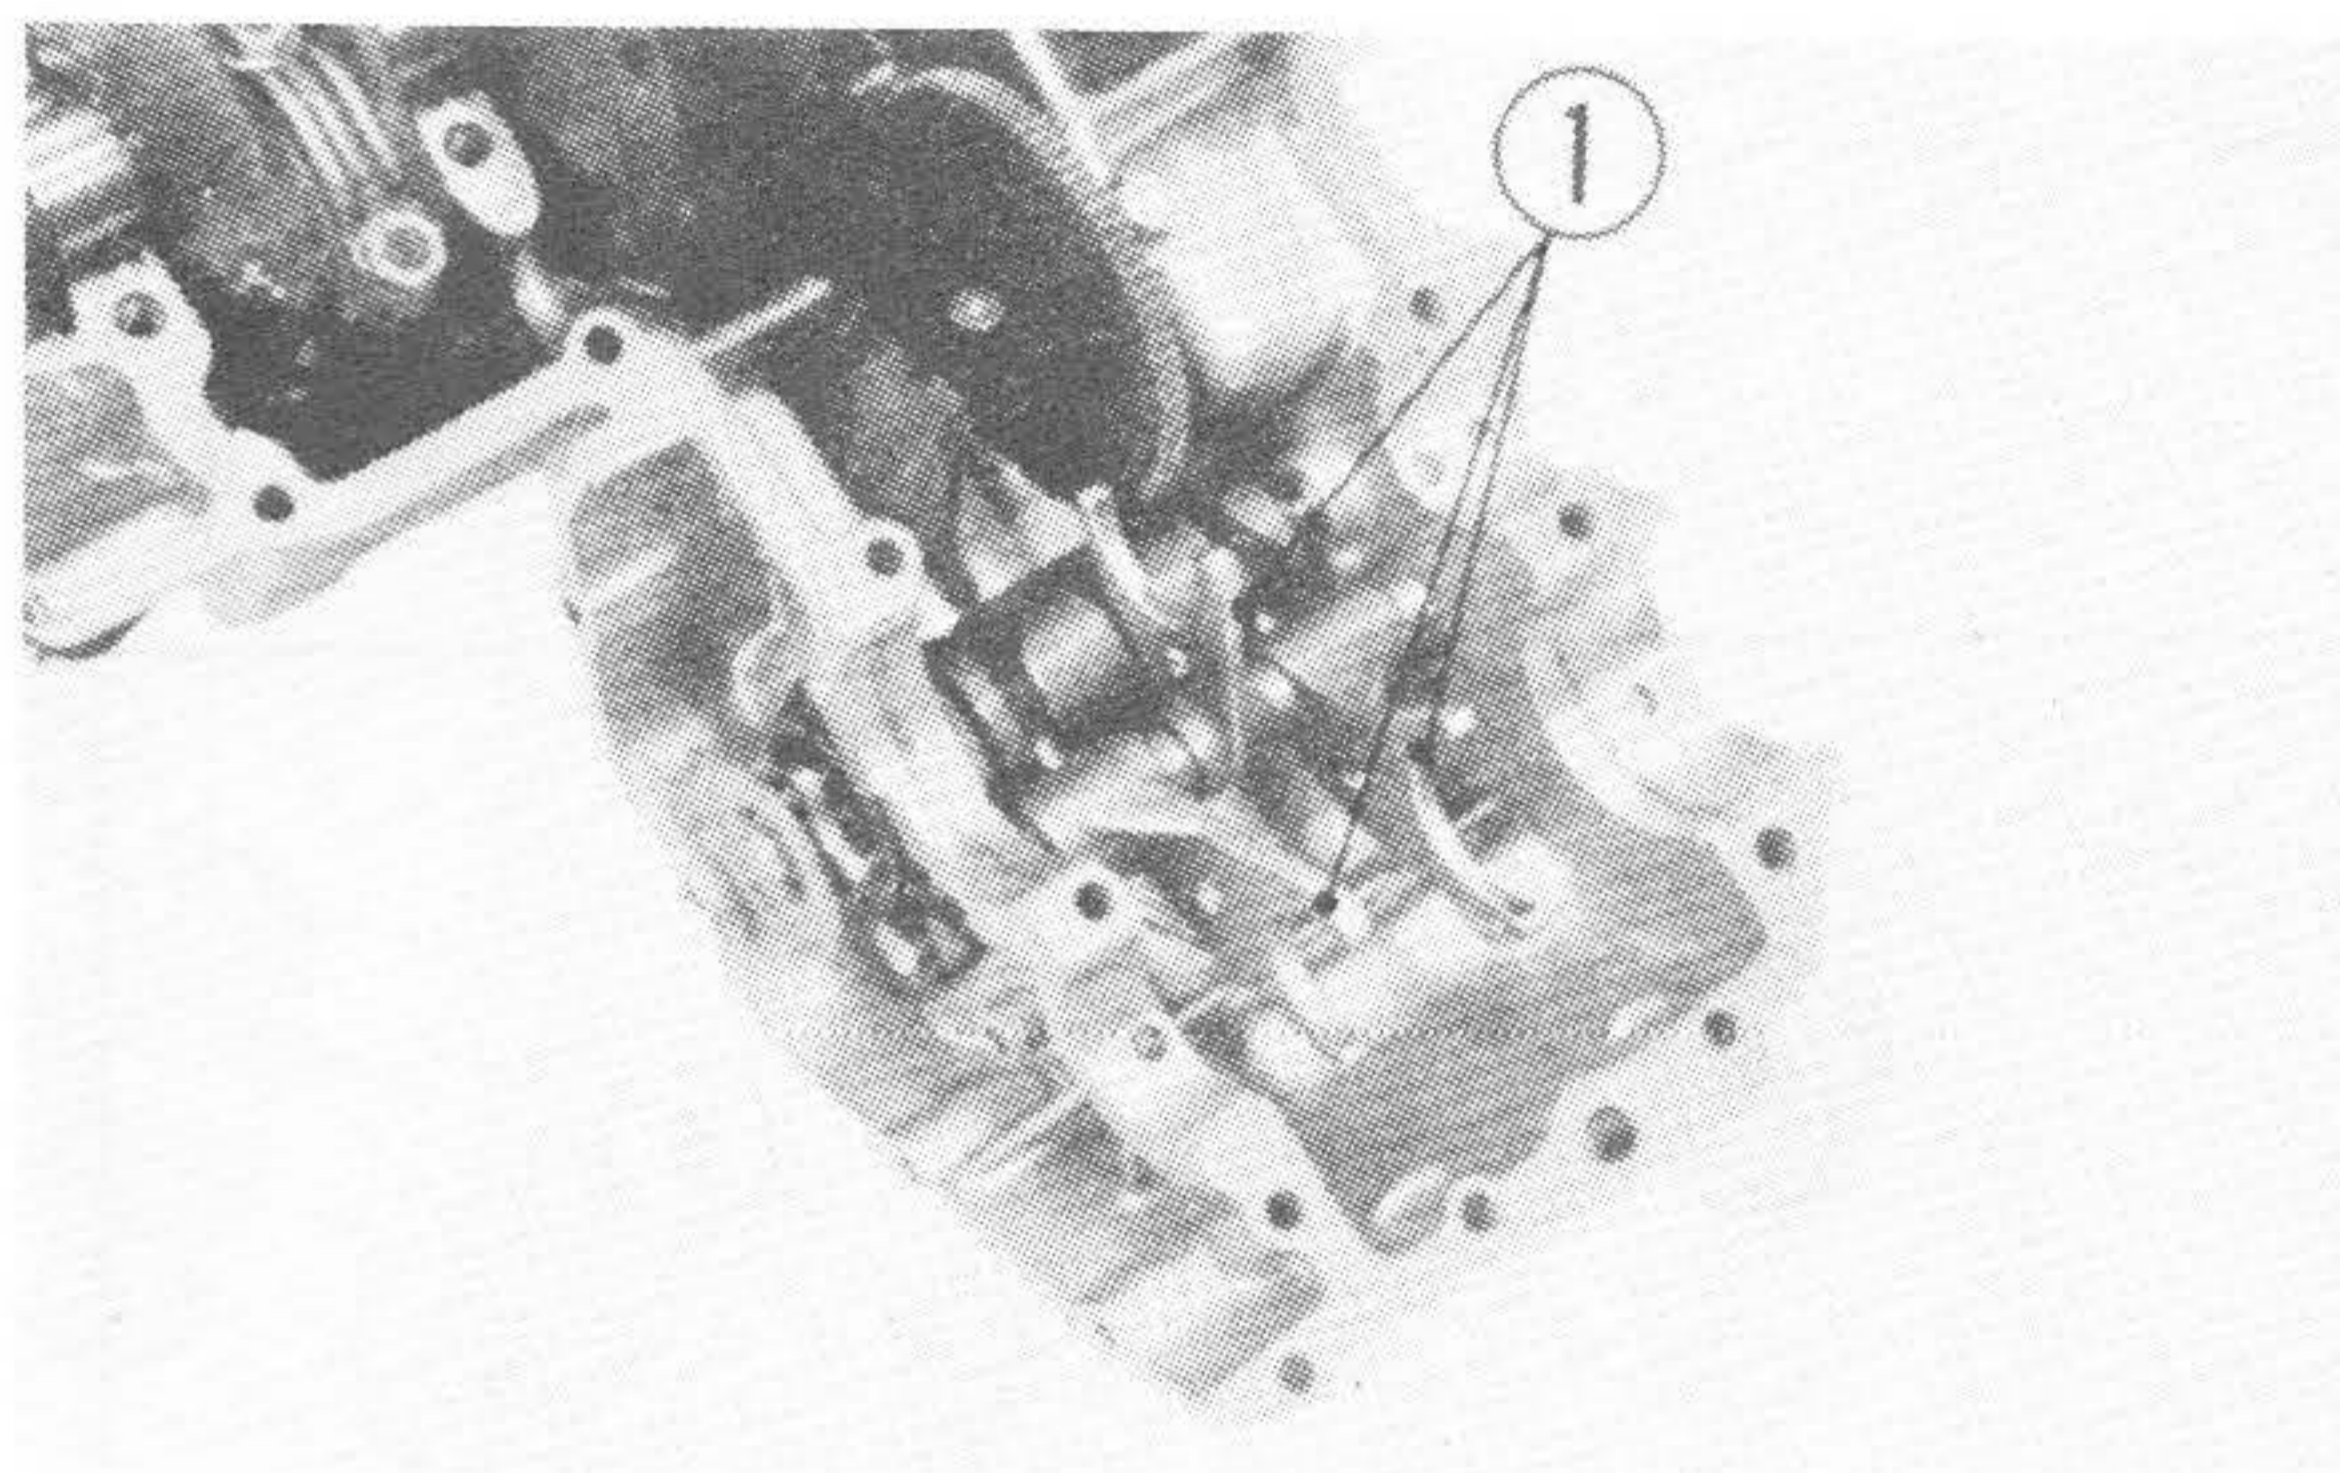

図 51 ①ギヤースhiftフォーク
2. ギヤースhiftフォークの取付けは "R" "C" "L" の刻印に注意すること。(図51参照)